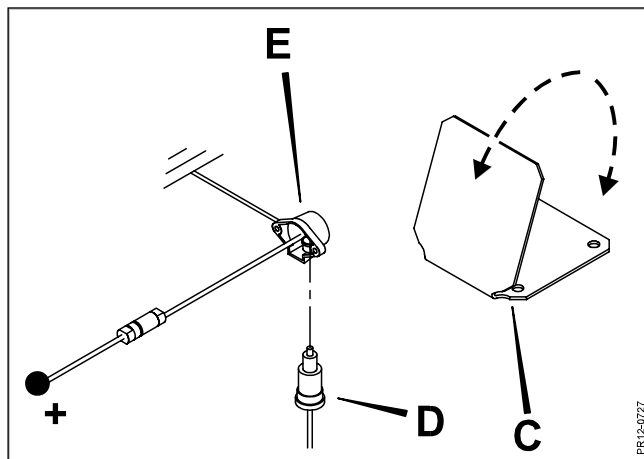

Рис. 2-4
- Рис. 2-4** Кронштейн **С** гибкий и может быть установлен в удобном для водителя положении. Панель управления **А** крепиться к кронштейну **С** с помощью магнита. Подключите однополярный разъем **Е** на приборной доске и подсоедините непосредственно к аккумулятору трактора **12В** (+ = красный кабель и - = черный кабель). Воткните штекер панели управления **Д** в разъем **Е**.